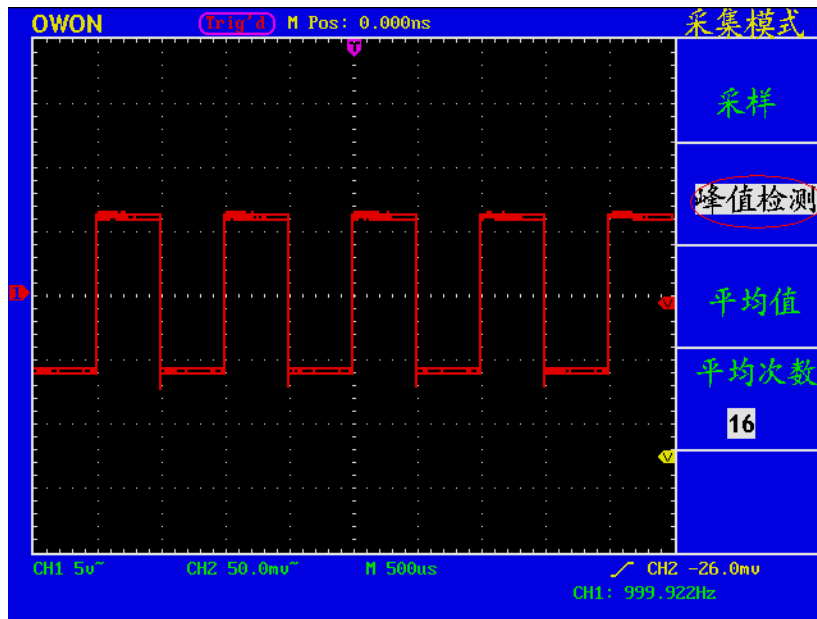

图 111: 含噪声信号的波形
- 此时，屏幕显示包含随机噪声的波形。尤其是在时基设为慢速的情况下，使用峰值检测能够观察到信号中包含的噪声尖峰和毛刺。见图 111。